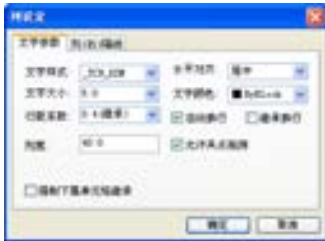

图 9-74 【列设定】对话框
**03** 在对话框中设定“文字大小”“水平对齐”参数,如图9-74所示。